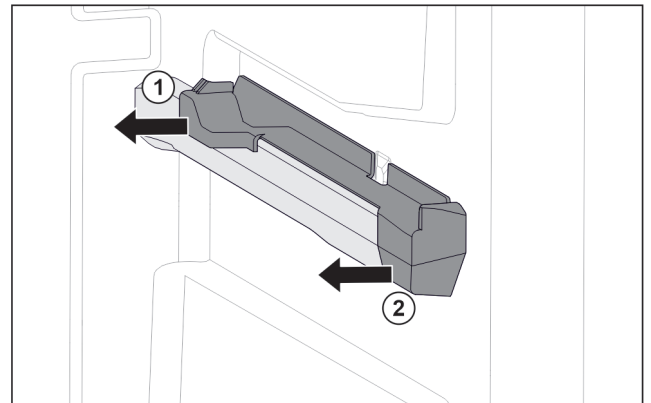

Fig. 108 Elemento inseribile sulla nervatura destra del contenitore
- ▶ Estrarre l'elemento inseribile dal lato posteriore di lato. Fig. 108 (1)
- ▶ Estrarre l'elemento inseribile dal lato anteriore di lato. Fig. 108 (2)